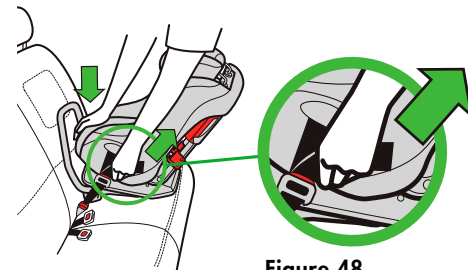

Figure 48
- Appuyez au centre du siège d'auto pour faire baisser le coussin du véhicule et tirez l'extrémité de la ceinture d'ancrage DUA pour la serrer, tel qu'illustré dans la **Figure 48**.